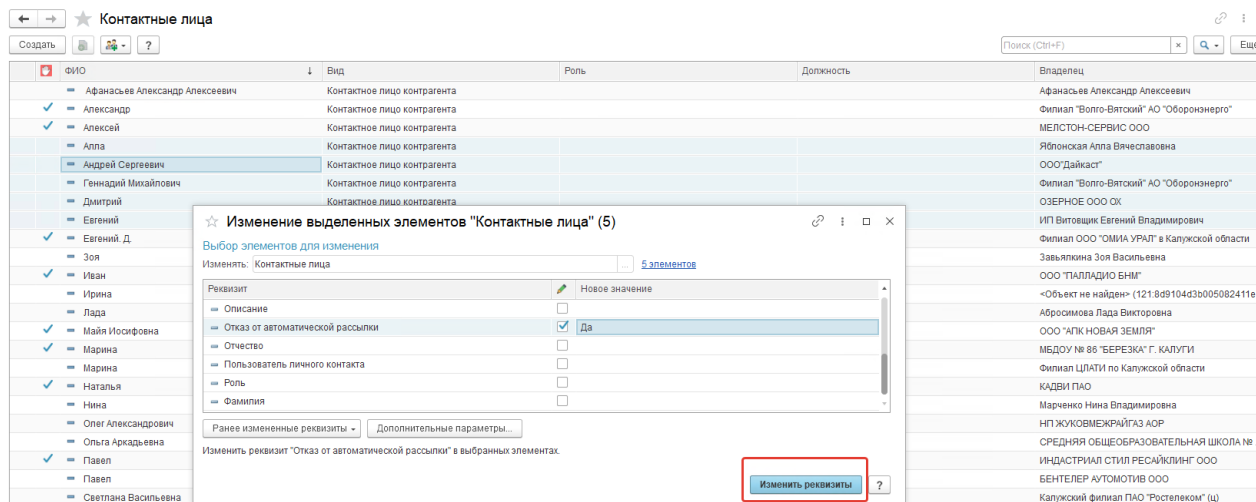

Рисунок 23
2. При необходимости отключить у «Контактных лиц» автоматическую рассылку (например, при тестировании), можно воспользоваться типовой обработкой изменения реквизитов, рисунок 23: